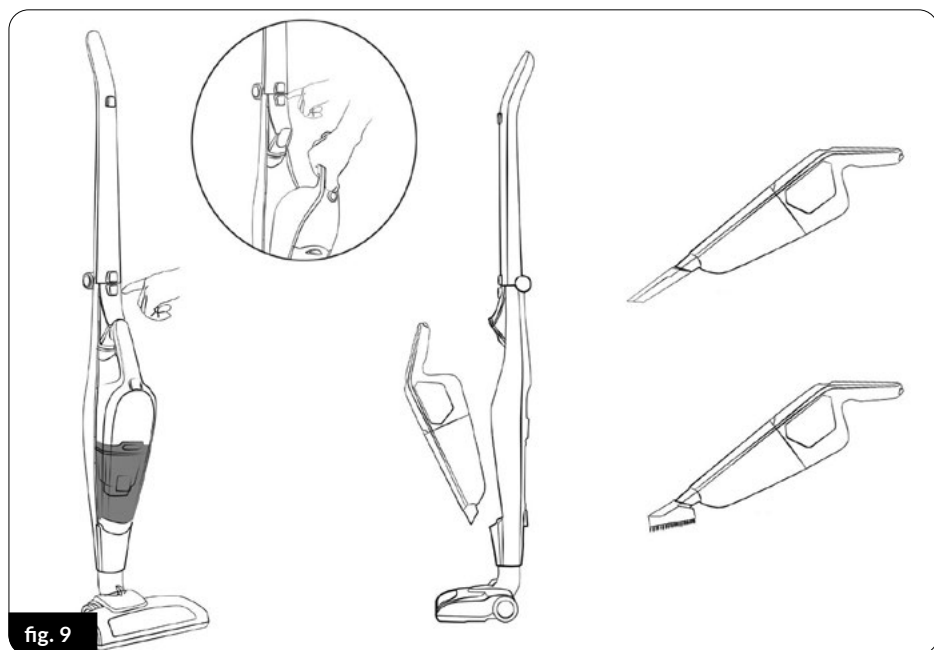

fig. 9
4. Avec l'aspirateur, l'électrobrosse (15) avec LED (16) éclaire la surface à aspirer. L'électrobrosse multifonctionnelle convient à l'aspiration de tous les types de surfaces dures et de tapis.
5. L'utilisation d'équipements supplémentaires de l'aspirateur (petite brosse, brosse caverneuse) est possible après avoir retiré l'aspirateur de la poignée principale. Appuyez sur le bouton (4) et retirez l'aspirateur de la poignée principale (2), puis connectez les accessoires appropriés à l'extrémité de l'aspirateur (Fig.9).